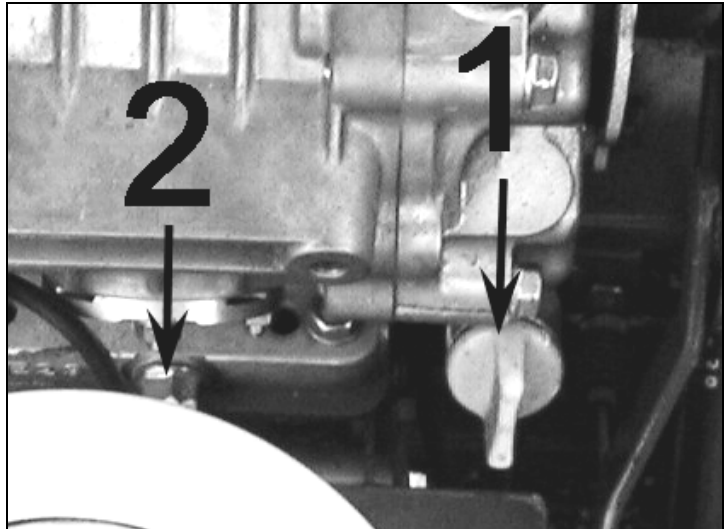

Figure 15
- **Niveau d'huile** : Dévissez le bouchon de remplissage, servant aussi de jauge (Figure 15, repère 2).